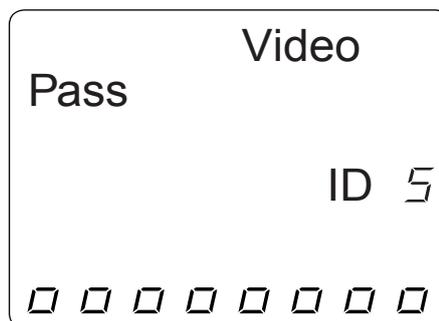

Abbildung 7. Dauertest im Videomodus
4. Drücken Sie die Taste VIDEO, um den Dauertest zu starten. Die folgenden Aktualisierungen werden auf dem Bildschirm angezeigt (siehe Abbildung 7):